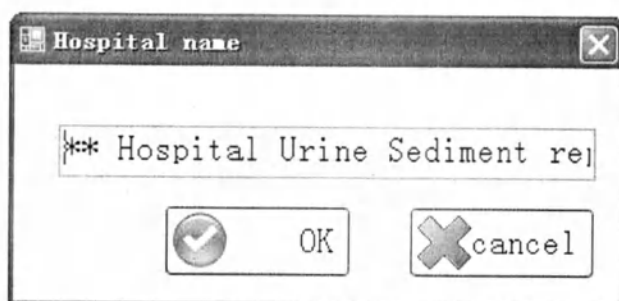

Рисунок 5.30
3. Выбрать управление справочными данными («Dictionary Maintenance») из системного меню («System»), а затем выберите подменю названия больницы (Hospital name) для ввода названия больницы и его сохранения. См. рисунок 5.30.